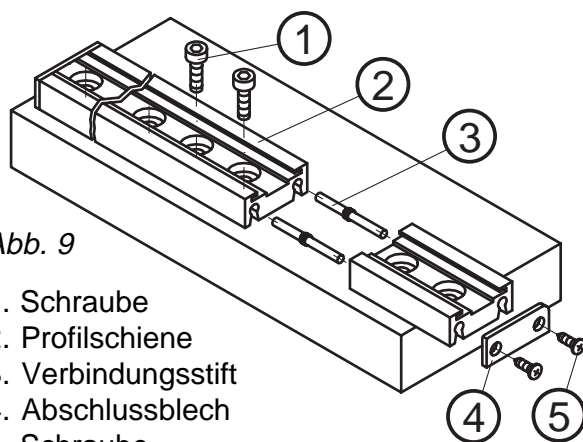

Abb. 9
- Profilschiene mit den mitgelieferten Schrauben (1) montieren (Abb. 9).
- Abschlussbleche (4) mit Schrauben (5) an der Profilschiene montieren (Abb. 9).
- Erweiterung mit den mitgelieferten Verbindungsstiften (3) montieren (Abb. 9).